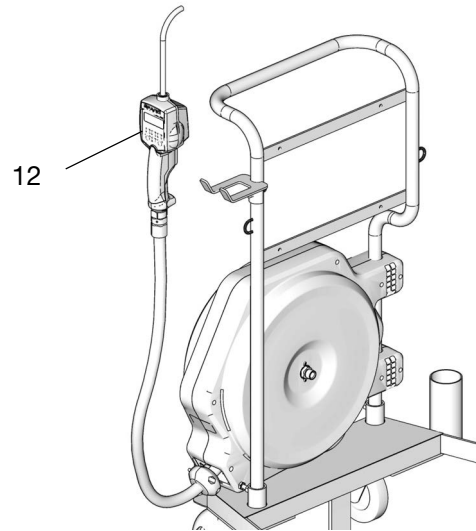

ABB. 33
- Dosiergerät (12) am Schlauchende anbringen und Fitting fest anziehen (ABB. 33).